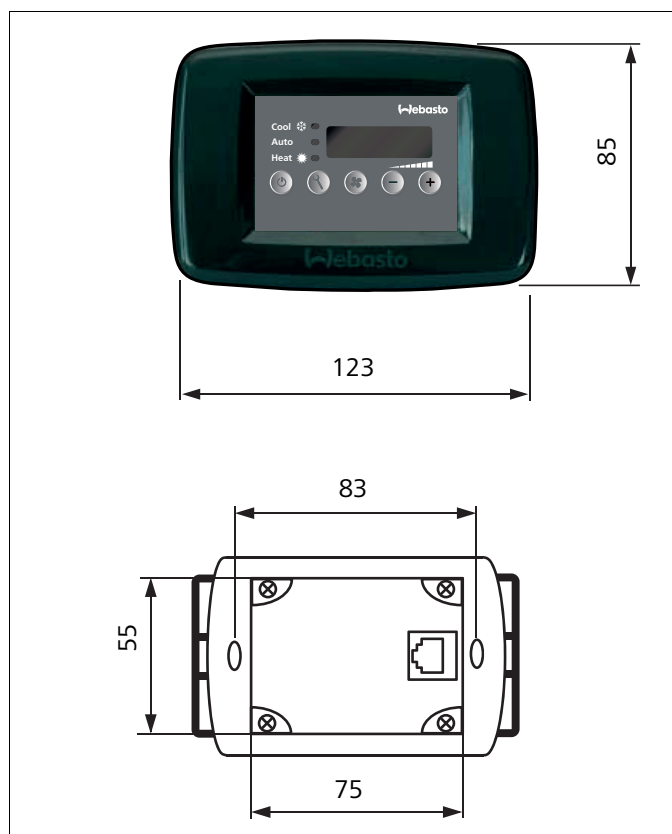

Abb. 15 Einbau digitales Chiller Bedienelement
- ▶ Stecker des Kabels für Bedienelement an der Rückseite des Bedienelements anschließen. Siehe Abb. 15.